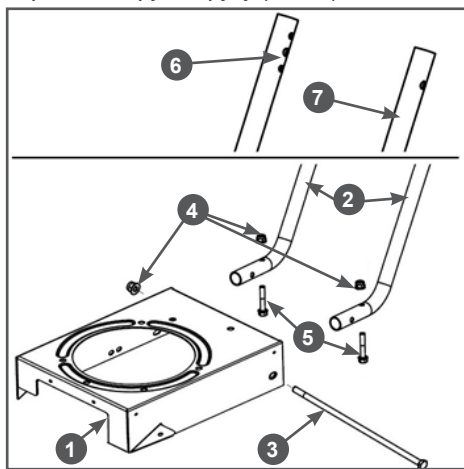

Рис. 2 Установка стоек рабочих рукояток
- Вставьте в раму 1 мотокультиватора стойки 2 рабочих рукояток (Рис. 2). Совместите отверстия в раме, корпусе редуктора и стойках, вставьте в отверстия болты 3 и 5, закрутите гайки 4 (Рис. 2).
Стойки рабочих рукояток (правая 6 и левая 7) отличаются. Устанавливать стойки рабочих рукояток на раму нужно так, чтобы стороны стоек с тремя отверстиями были обращены друг к другу (Рис. 2).